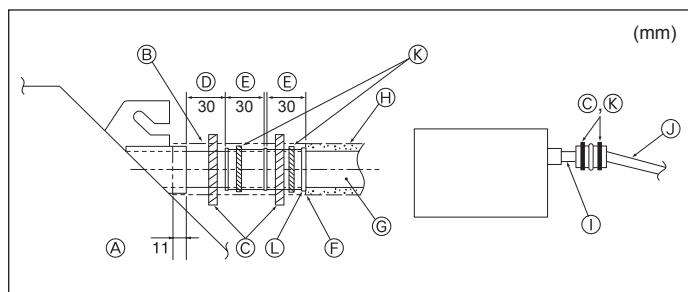

Fig. 3-5
- ⑦ PVC BUIS met een buitendiameter van Ø32
- ⑧ Maak de bocht zo groot mogelijk
- ⑨ Binnenapparaat
- ⑩ Gebruik dikkere leidingen voor gegroepeerd leidingwerk.
- ⑪ Naar beneden lopend verval (1/100 of meer)
- ⑫ PVC BUIS met een buitendiameter van Ø38 voor gegroepeerd leidingwerk. (met tenminste 9 mm isolatie erop)
- ⑬ Tot 500 mm
1. Sluit de aftapbus (meegeleverd met het apparaat) aan op de afvoeropening. (Fig. 3-5)